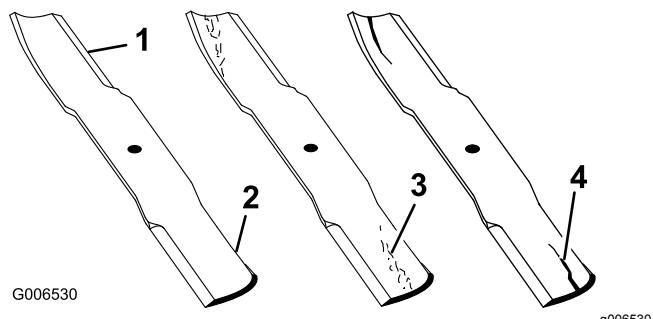

Figura 53
1. Inspeccione los filos de corte (Figura 53).
2. Inspeccione las cuchillas, especialmente la parte curva (Figura 53).
Nota: Si observa daños, desgaste o la formación de una ranura en esta zona (Figura 53), instale inmediatamente una cuchilla nueva.